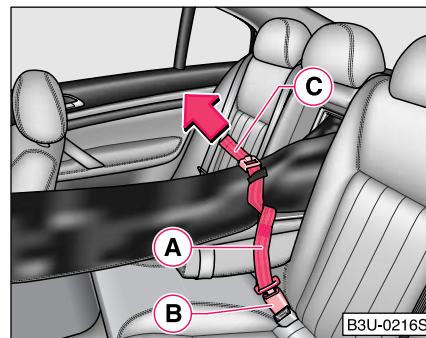

Fig. 66 Asigurarea sacului pentru depozitare: Centura de siguranță a scaunului din mijloc spate
- Fixați centura (A) ⇒ pagina 81, Fig. 66 în închizătoarea mijlocie (B).
- Strângeți centura (C) în direcția săgeții până la alungire ⇒ pagina 81, Fig. 66.